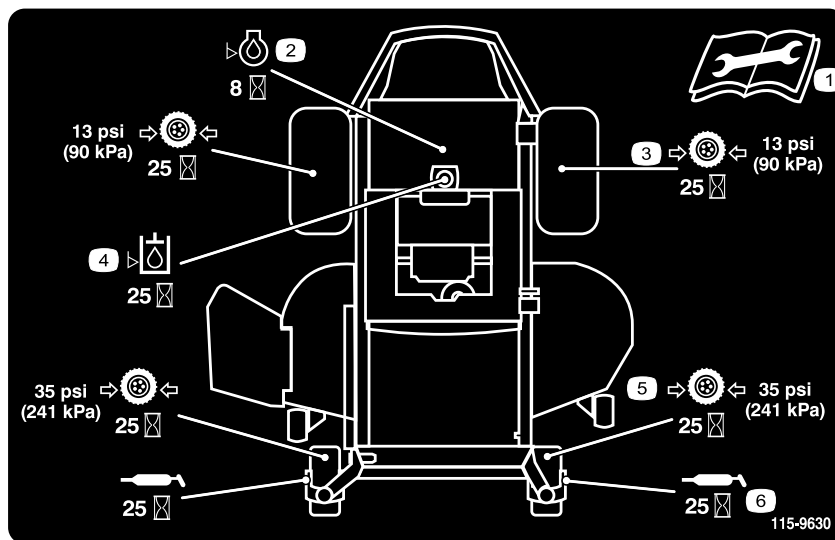

Figure 31
3. Nettoyez les graisseurs (Figure 33 et Figure 31) à l'aide d'un chiffon. Grattez la peinture qui pourrait se trouver sur les graisseurs.
4. Raccordez une pompe à graisse à chaque graisseur (Figure 33 et Figure 31). Injectez de la graisse dans les graisseurs jusqu'à ce qu'elle commence à sortir des roulements.